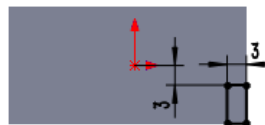

图 14.4.11 横断面草图
② 定义横断面草图。在草图环境中绘制图 14.4.11 所示的横断面草图。
(3) 定义切除深度属性。在“切除—拉伸”对话框 **方向 1** 区域的  下拉列表中选择 **给定深度** 选项，选中 ☒ **与厚度相等(L)** 复选框与 ☒ **正交切除(N)** 复选框。其他选择默认设置值。
(4) 单击  按钮，完成切除—拉伸 1 的创作。